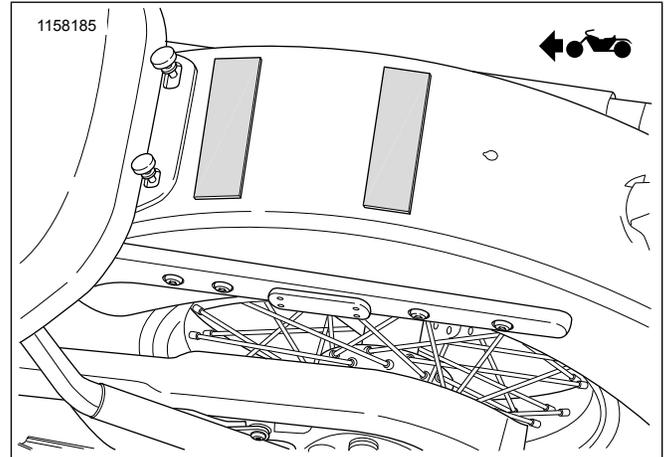

Figura 1. Colocación de la cinta protectora
1. Consulte la Figura 1. Corte la cinta protectora en dos partes, recorte a la medida del ancho del guardabarros trasero y colóquelas.